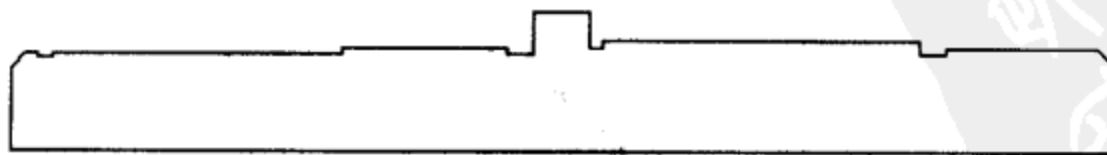

图 11-2 轮廓草图
(1) 在二维绘图空间，单击【绘图】工具条【直线】命令按钮，绘出如图 11-2 所示轮廓草图。